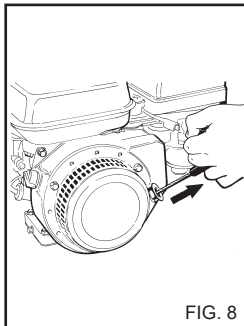

FIG. 8
4) Accione o motor de explosão puxando o cabo de enrolamento automático (fig. 8).